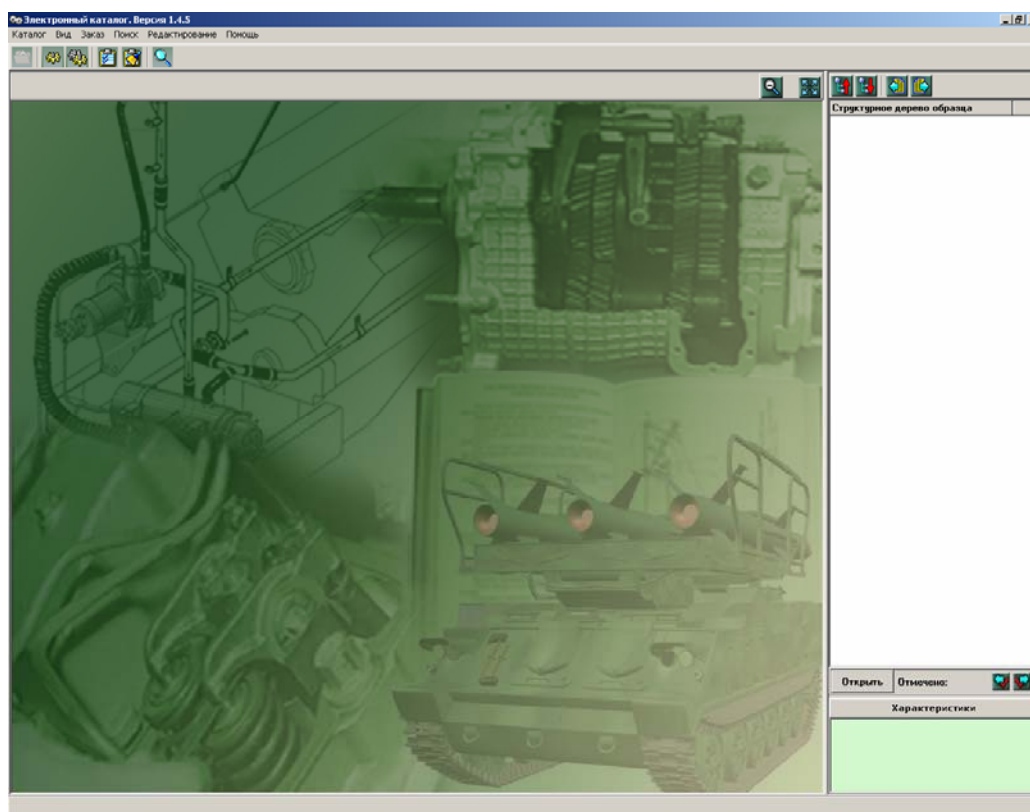

Рисунок 1 – Главное окно
- главное окно (рисунок 1), в котором отображается структурное дерево выбранного образца, характеристики его составных частей и соответствующие этим составным частям изображения;